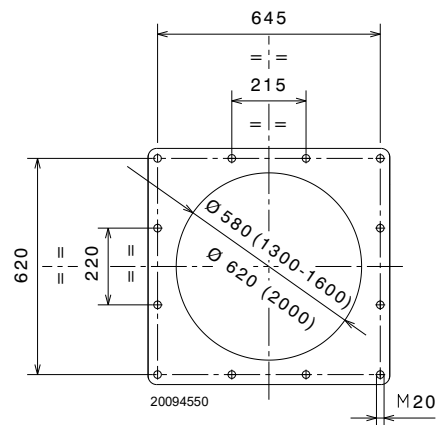

Fig. 14
Percer la plaque de fermeture de la chambre de combustion comme indiqué dans la Fig. 14. La position des trous filetés peut être tracée en utilisant l'écran thermique fourni avec le brûleur.
- Introduire tout le brûleur sur le trou de la chaudière, précédemment prédisposé, comme illustré sur la Fig. 14, et le fixer avec les vis fournies de série.